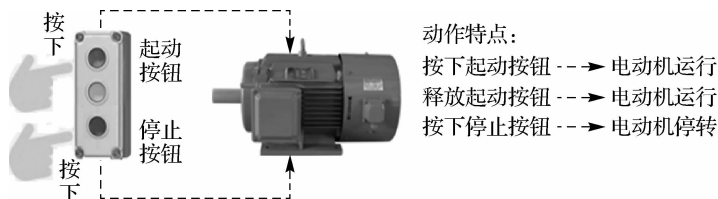

图 1-61 长动控制示意图
(1)动作过程:当起动信号接通时,电动机运行;当起动信号释放时,由于电路存在自锁功能(详见温馨提示),所以电动机仍继续运行,只有按下停止按钮,电动机才停止运行。长动控制示意图如图 1-61 所示。